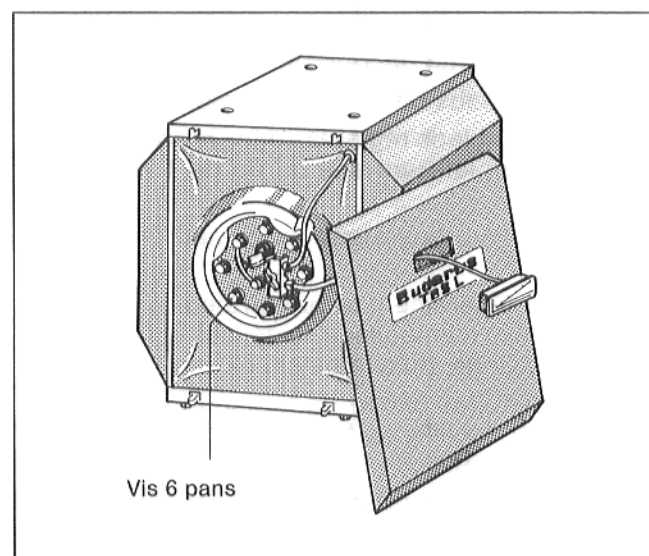

Fig. 13
- Dévisser les vis 6 pans du couvercle du trou de poing, retirer le couvercle du trou de poing avec l'anode au magnésium et le joint (fig. 13).
- Replacer les conduites de sonde dans l'encoche du calorifuge (fig. 13).